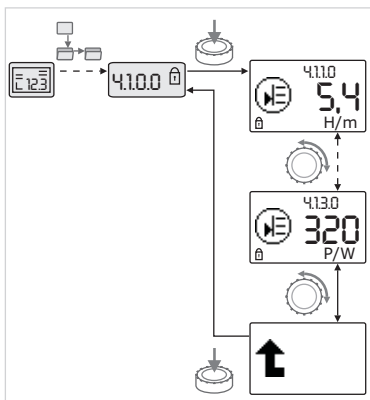

Fig. 40: Виклик інформації
- Обертаючи кнопку керування, керувати елементами меню типу «Інформація» чинного підменю (див. Fig. 40). Пояснення налаштувань, що їх відображують символи, див. у таблиці в главі 8.7 «Довідкові елементи меню» на сторінці 43.